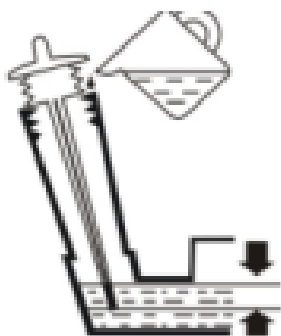

Рисунок 20
2. Выверните щуп и проверьте уровень масла (рис.20).